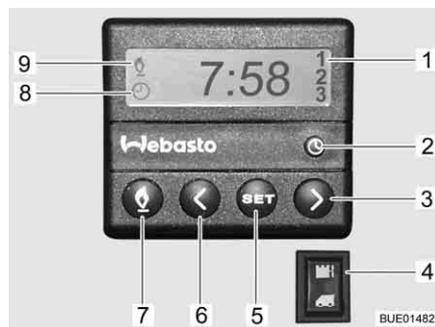

Bild 178 Bedieneinheit für Standheizung
- Taste (Bild 178,7) drücken. Der Heizbetrieb wird durch das Symbol (Bild 178,9) angezeigt. Das Gebläse wird erst bei einer Kühlwassertemperatur von 30 °C zugeschaltet.
- Standheizung manuell ausschalten:* ■ Taste (Bild 178,7) drücken. Das Symbol (Bild 178,9) erlischt.
- Motorbeheizung zuschalten:* ■ Schalter (Bild 178,4) unten drücken. Motor wird vorgewärmt. Das Gebläse wird sofort zugeschaltet.
- Motorbeheizung abschalten:* ■ Schalter (Bild 178,4) oben drücken. Motor bleibt kalt.
- Uhrzeit einstellen:* ■ Taste (Bild 178,2) drücken. Die Uhrzeiteinstellung wird durch das Symbol (Bild 178,8) angezeigt.
■ Mit den Tasten (Bild 178,3 und 6) die Uhrzeit einstellen.
- Heizbeginn programmieren:* ■ Taste (Bild 178,5) drücken.
■ Innerhalb von 10 Sekunden mit den Tasten (Bild 178,3 und 6) die Einschaltzeit einstellen.
- Programmierte Einschaltzeit auswählen:* ■ Taste (Bild 178,5) so oft drücken, bis die gewünschte Programmnummer (Bild 178,1) im Display angezeigt wird.